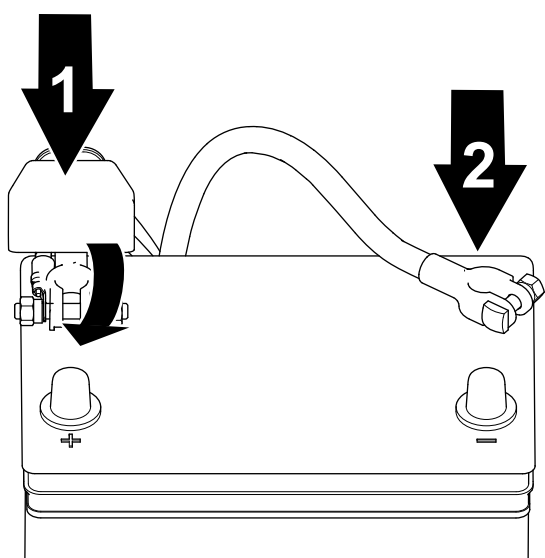

Figura 39
2. Conectați cablul pozitiv la baterie și strângeți piulița clemei bateriei (Figura 39).
3. Conectați cablul negativ la baterie și strângeți piulița clemei bateriei (Figura 39).